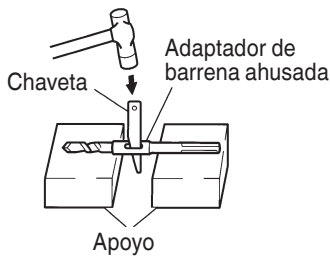

Fig. 13
- (2) Ponga en ON el interruptor de alimentación y perforo un agujero de base.
- (3) Después de eliminar el polvo con una jeringa, fije la clavija en la extremidad del anclaje e introduzca el anclaje con un martillo de mano.
- (4) Para sacar la broca con la barrena ahusada introduzca una chaveta en la ranura del adaptador de barrena ahusada, ponga apoyos debajo del martillo perforador y golpee la chaveta con un martillo de mano. (Fig. 13)